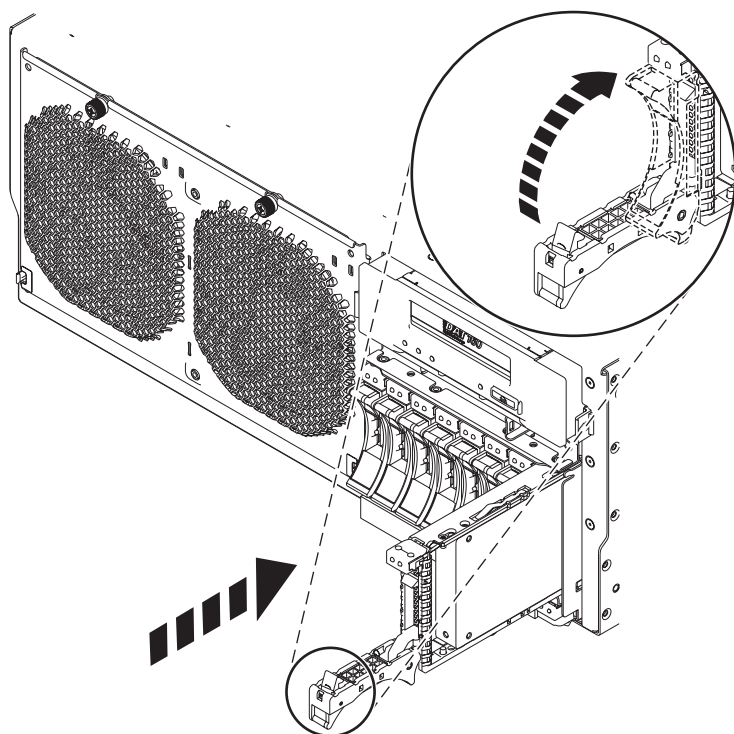

Figura 1. Instal·lació de la unitat de disc al sistema
7. Quan el LED d'identificació es torni sòlid, moveu la unitat fins al fons del sistema o de la unitat d'expansió i empenyeu la nansa de la unitat fins que quedi encaixada. Consulteu Figura 1.